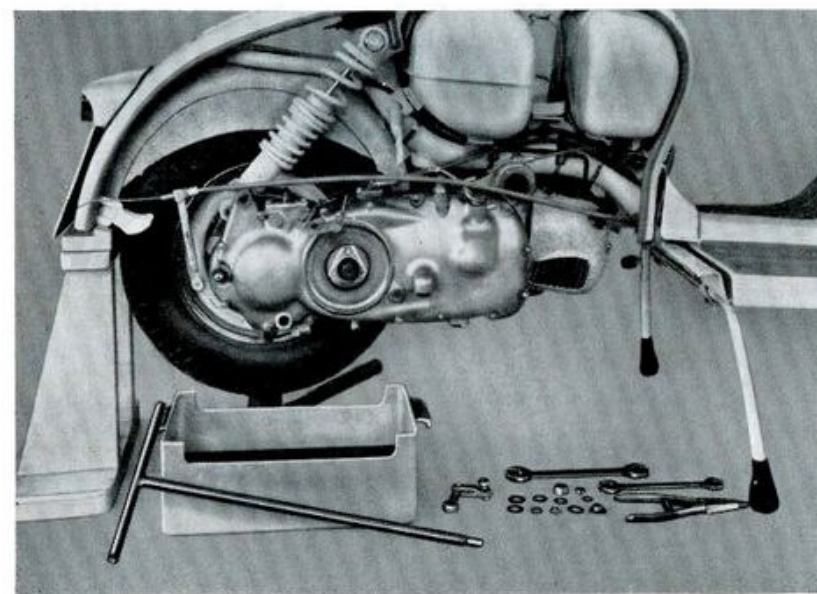

Fig. 4
NOTA - Per le operazioni che comportano lo smontaggio della ruota posteriore o dell'ammortizzatore posteriore, si deve sostenere la macchina all'estremità posteriore della costola centrale ed è opportuno disporre di un supporto fisso in legno del tipo usato per la prima volta nell'operazione 10 (vedi fig. 4).
- » 11 - Smontare la leva doppia per comando cambio: svitare il dado di fissaggio (chiave da 14) e sfilare la leva. Vedi fig. 4.